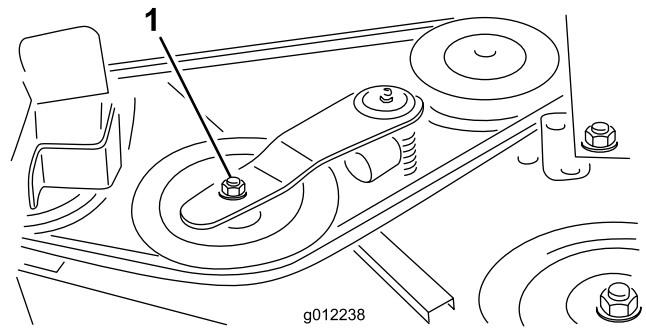

Figura 30
2. Usando una llave dinamométrica u otra herramienta similar, aleje la polea tensora (Figura 30) de la correa